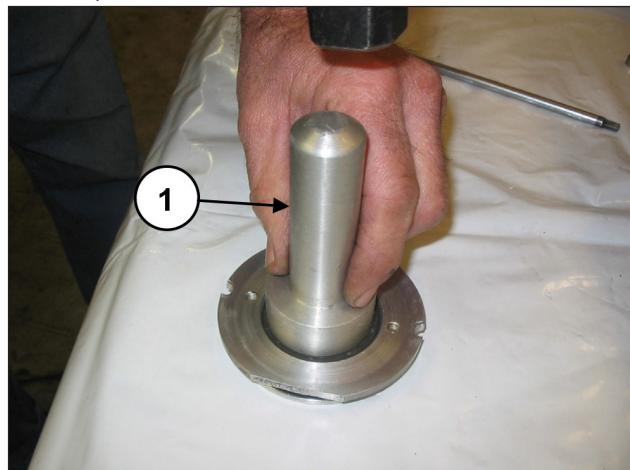

Abb. 169
Montieren Sie den Ölabstreifring in seinen Deckel (Pos. ①, Abb. 169) mithilfe eines Dorns Art. 27910900.